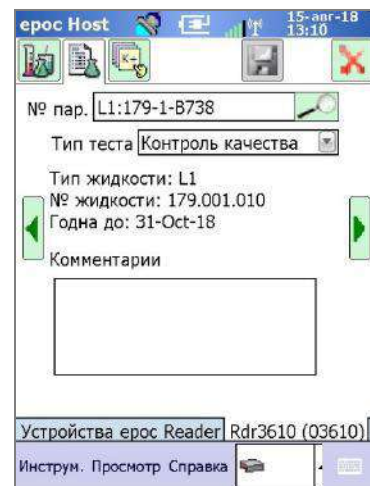

Рис. 16.
- б. Отсканируйте соответствующий штрихкод таблицы VAD для добавления в поле номера партии. На экране автоматически откроется средняя вкладка (рис. 16), в окне которой будут отображаться сведения о жидкости для QA.